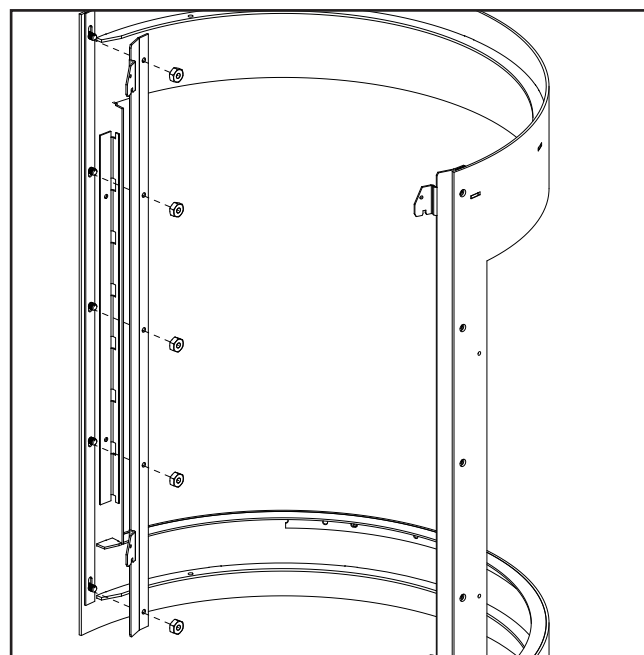

Figure 36: Retrait du crochet du cadre de porte
Les crochets du cadre de porte sont chacun attachés à cinq (5) goujons sur le cadre de la porte principale. Retirez les écrous retenant les crochets et retirez-les du cadre de la porte (voir la Figure 36).